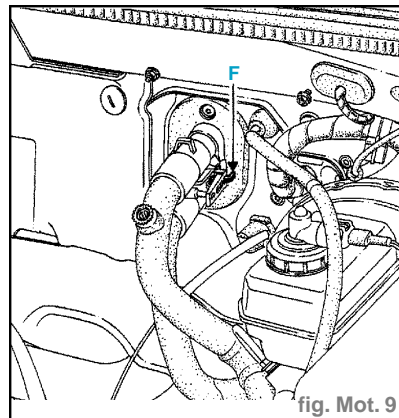

fig. Mot. 9
- les dutits d'aérotherme, pour cela appuyer en (F) et tirer fortement en arrière l'ensemble pour les désaccoupler (attention aux deux joints (fig. Mot.9),